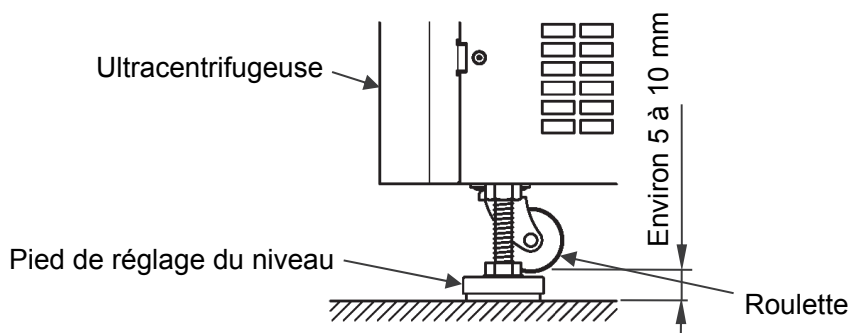

Fig. 5-2 Réglage du niveau
(1) Tout en se référant à la Fig. 5-2, tourner les pieds de réglage du niveau avec une clé jusqu'à ce que les roulettes soient entre 5 et 10 mm du sol.